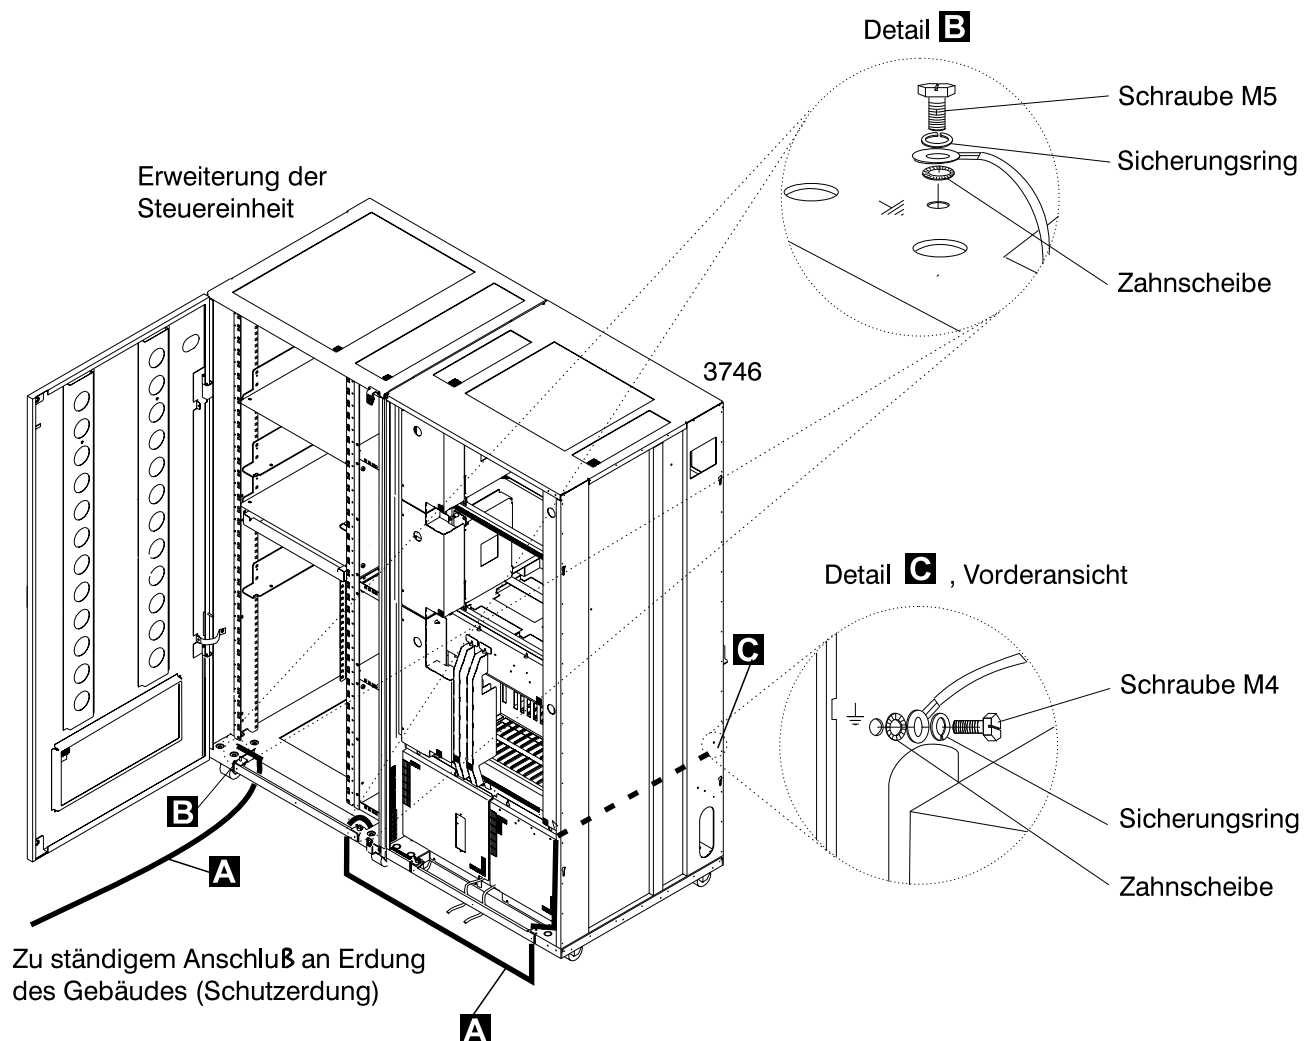
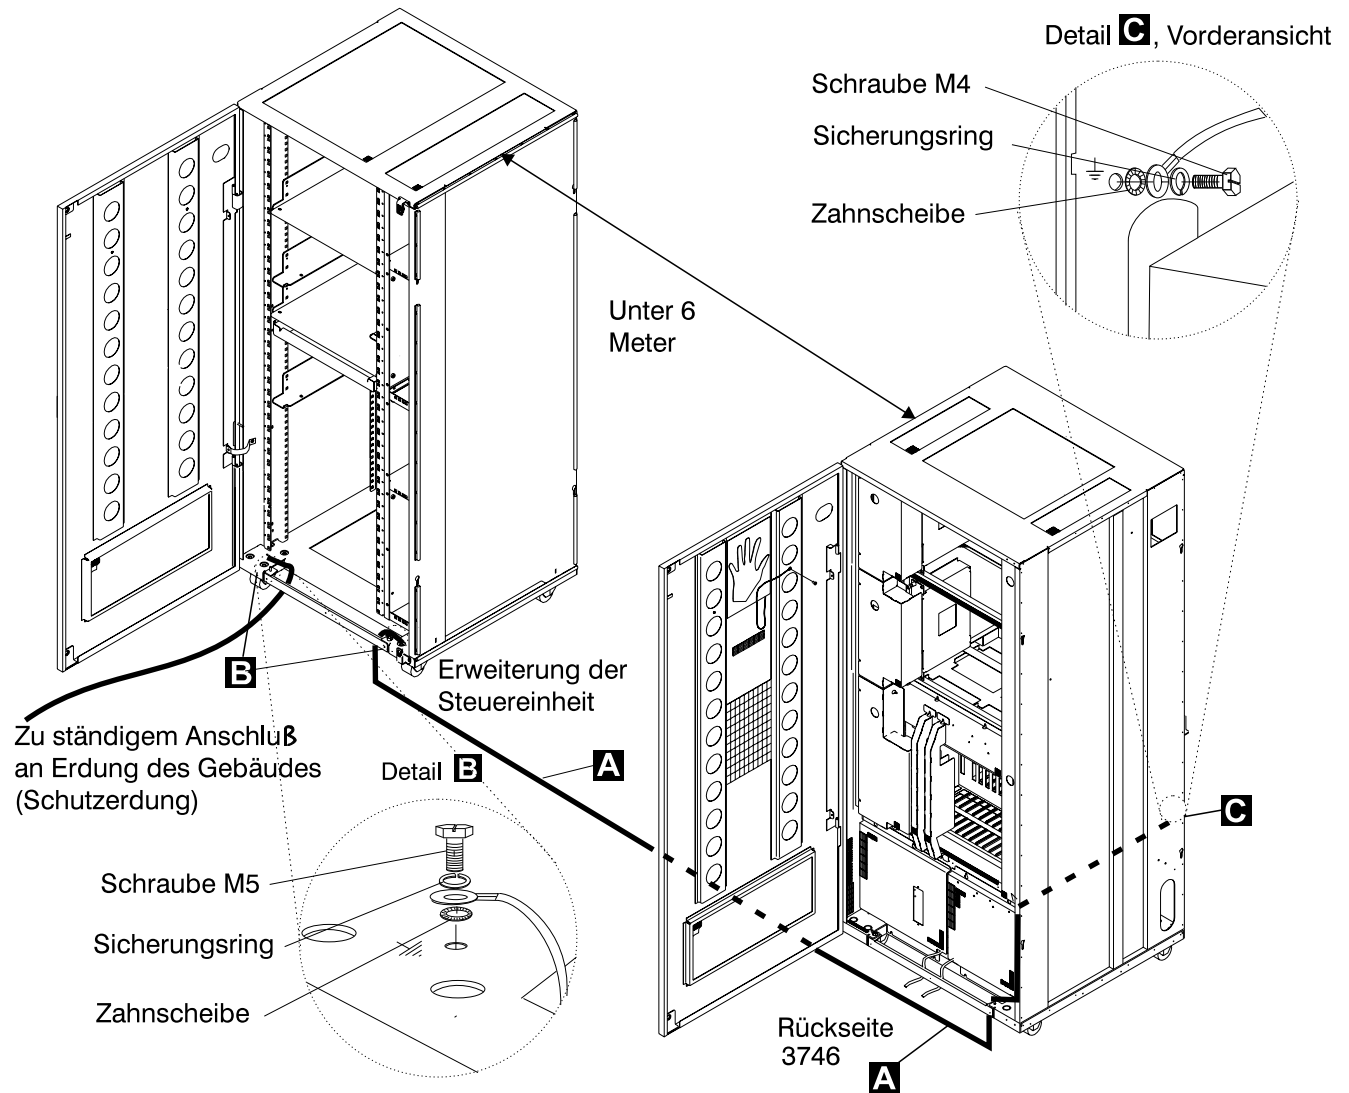
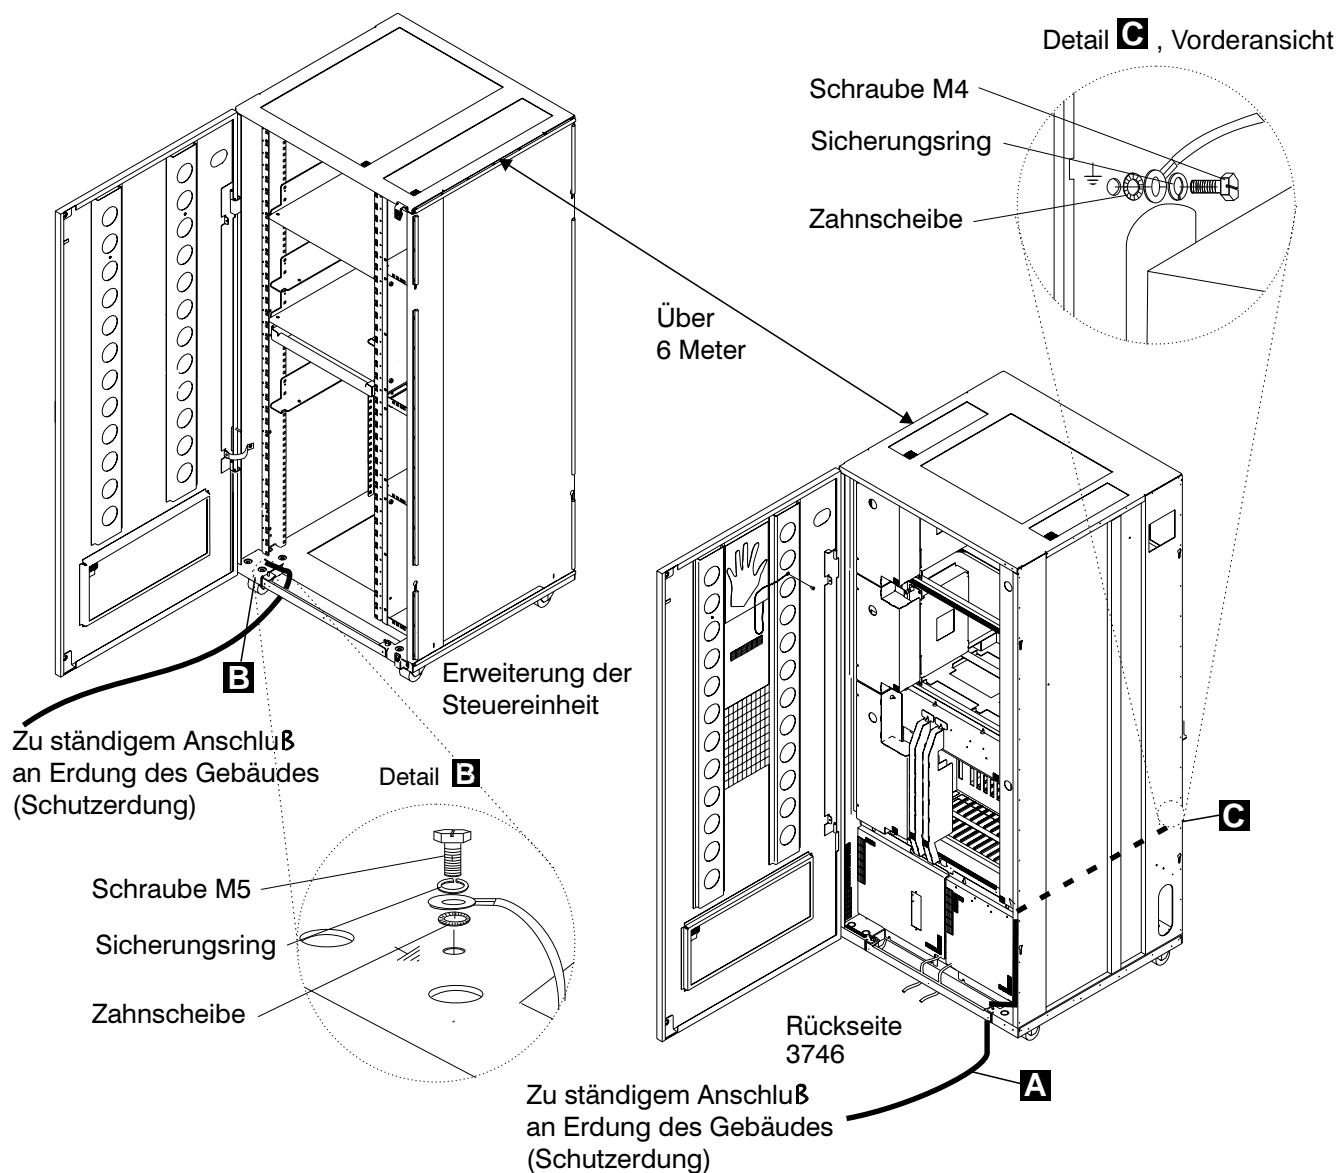

Figure 0-10. Schutzleiteranschluß zwischen Erweiterung der Steuereinheit und angeschlossenem Rahmen des 3746-950
Figure 0-11. Schutzleiteranschluß bei einem Abstand unter 6 Meter zwischen 3746-950 und Erweiterung der Steuereinheit
Figure 0-12. Schutzleiteranschluß bei einem Abstand über 6 Meter zwischen 3746-950 und Erweiterung der Steuereinheit
Netzkabel und Schutzleiter **A** am 3746-950 und an der Erweiterung der Steuereinheit nicht entfernen, damit die Erdung gewährleistet ist (siehe Figure 0-10 on page xxxi, Figure 0-11 on page xxxii oder Figure 0-12 on page xxxiii).
- Prüfen, ob entsprechend der Konfiguration ein Schutzleiter **A** vorhanden ist (siehe Figure 0-10 on page xxxi, Figure 0-11 on page xxxii, oder Figure 0-12 on page xxxiii).